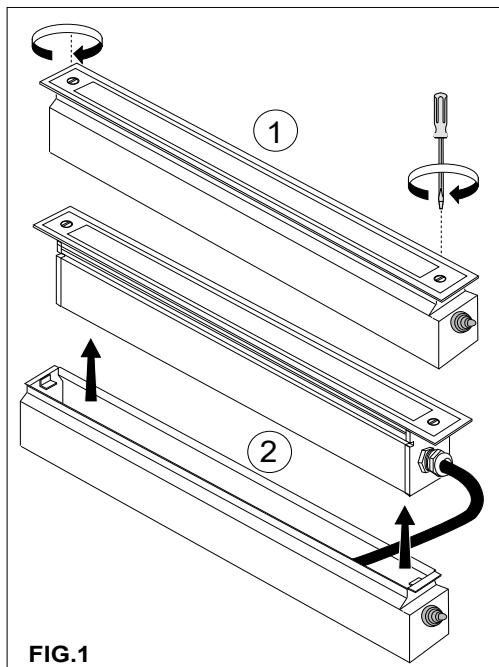

FIG.1
- Separare l'apparecchio dalla cassaforma allentando le viti di fissaggio della cornice in acciaio inox (**attenzione:** piastra e corpo sono inseparabili). **FIG.1**
- Separate the fixture from the housing loosening the screws on the steel frame (**attention:** plate and body can't be separated). **FIG 1**